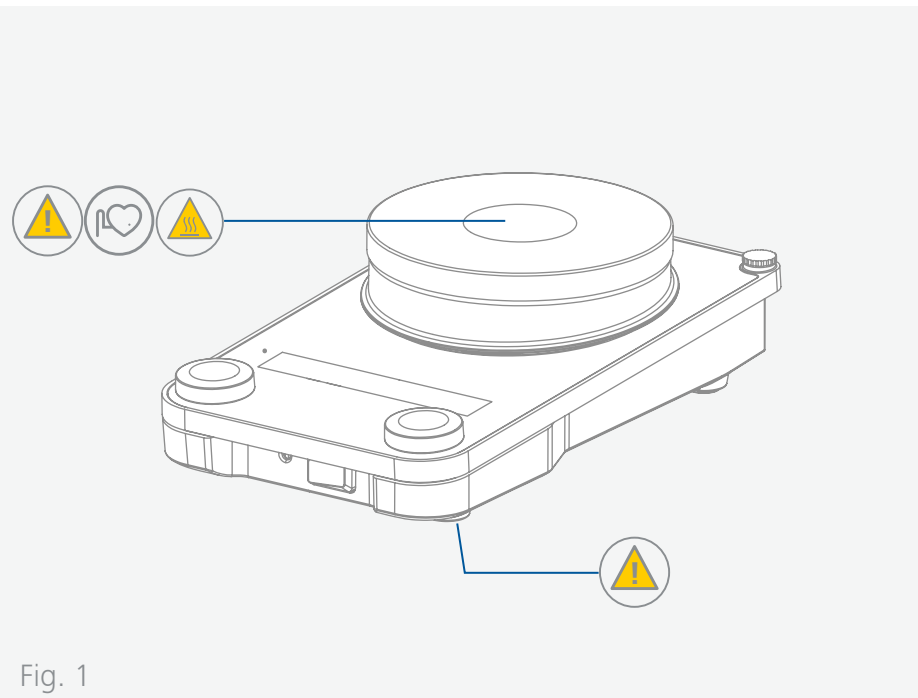

Fig. 1
- › Fig. 1中のマークされた部分に注意してください。